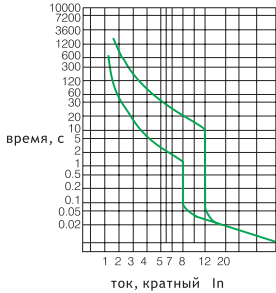

Рис. 1
- 4.2.6. Время - токовые характеристики выключателей с расцепителями тока перегрузки приведены на рис.1